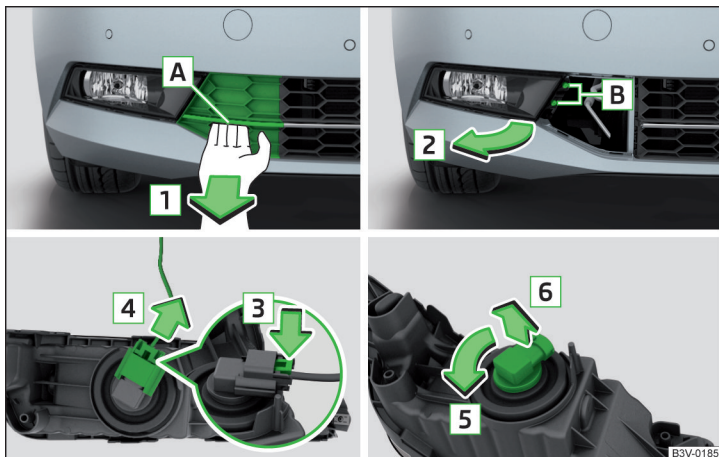

Abb. 363 Nebelscheinwerfer herausnehmen / Glühlampe wechseln
- › Die Finger in die Öffnung **A** einführen und das Gitter durch Ziehen in Pfeilrichtung **1** » Abb. 363 herausnehmen.
- › Den Nebelscheinwerfer entgegen der Pfeilrichtung **2** » Abb. 363 einsetzen und festschrauben.